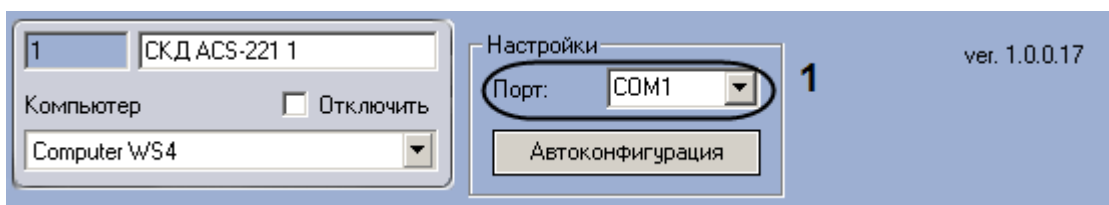

Рис. 3.2—2 Настройка подключения СКУД ACS-221
2. Из раскрывающегося списка **Порт** выбрать COM-порт подключения *СКУД ACS-221* (Рис. 3.2—2, 1).